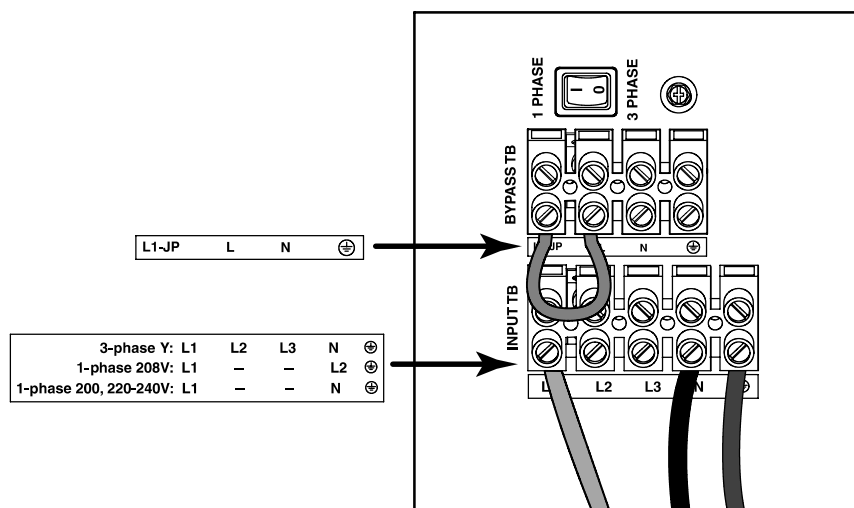

Рисунок 29. Единый ввод (однофазный)
**Для однофазного варианта с единым вводом** (см. рис. 29) входная клеммная колодка байпаса подключается на заводе-изготовителе. Выводы L1-JP и L соединены короткой перемычкой, а байпас соединяется с входной клеммной колодкой L1 автоматически.